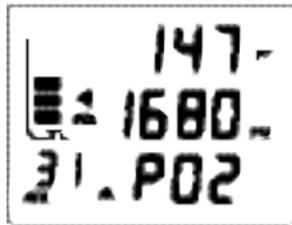

Fig. 86 - PRINCIPAL PO2 ALTA
- > El mensaje PO2 sustituirá al tiempo mostrado en el ángulo inferior derecho (DTR) y la flecha ARRIBA aparecerá fija en la pantalla PRINCIPAL (Fig. 86) a modo de advertencia.